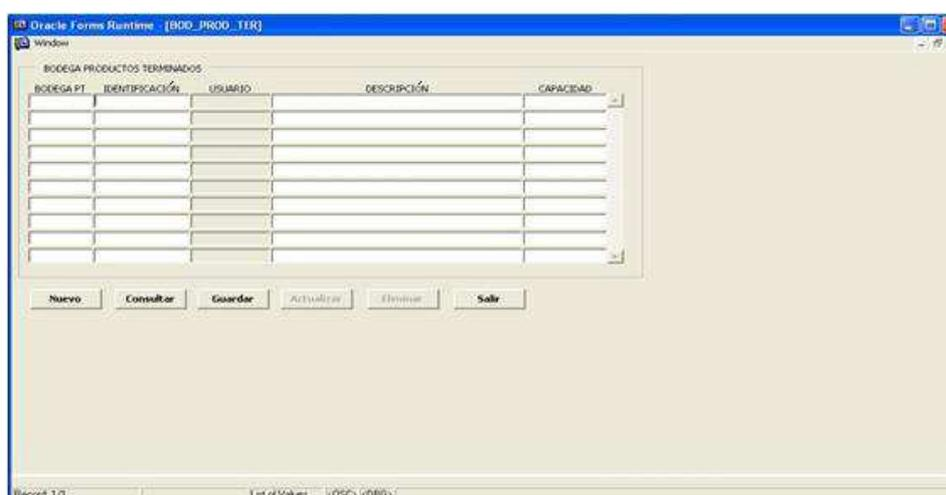

Figura 2-11. Pantalla de bodega de Productos Terminados
2. Dé clic en la opción <Bodega de Productos Terminados / Bodega. Prod. Ter.> y le aparecerá la siguiente pantalla: (Véase figura 2.11).